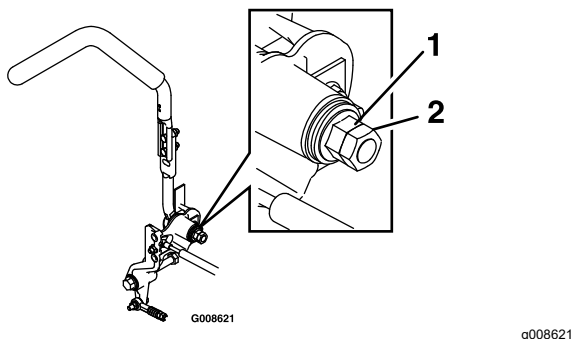

Рисунок 63
2. Ослабьте контргайку (Рисунок 63).